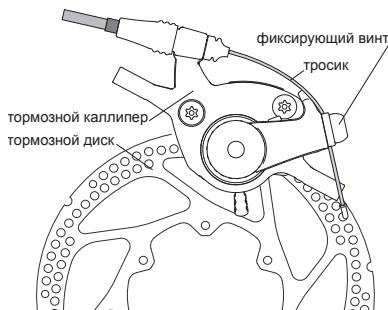
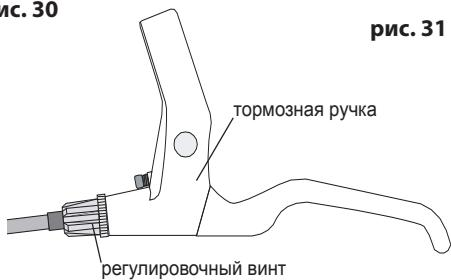

рис. 30
рис. 31
- отрегулируйте и зафиксируйте тормозной трос таким образом, чтобы при нажатии на тормозную ручку она не доставала до руля 2-3 см. (5-8 н/м) (рис. 30), при необходимости используйте регулировочный винт на тормозной ручке (рис. 31);